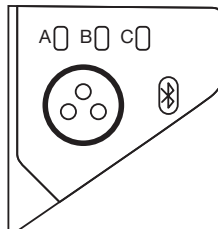

Fig. 14
- Pour connaître le réglage de la couleur en cours, appuyer et relâcher rapidement le bouton TRI-COLOR (TROIS COULEURS) + ou -. Le réglage actuel clignotera. Pour changer le réglage, appuyer sur le bouton TRI-COLOR (TROIS COULEURS) plusieurs fois pour déplacer le voyant DEL clignotant à la couleur désirée (Fig. 14).